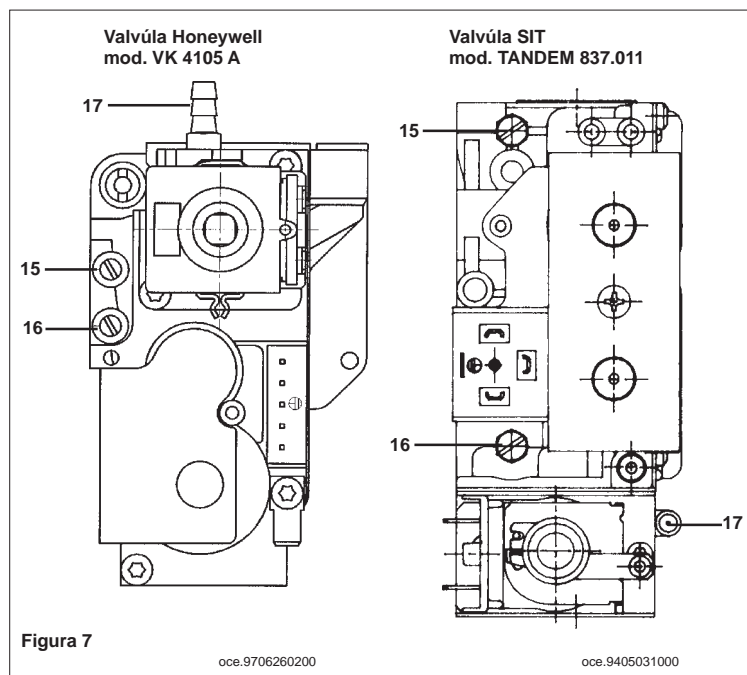

Figura 7
- conectar la toma de presión positiva de un manómetro diferencial, posiblemente de agua, a la toma de presión (15) de la válvula del gas (figura 7 en página 20). Conectar la toma negativa del mismo manómetro a un especial "T" que consienta conectar entre ellos la toma de compensación de la caldera, la toma de compensación de la válvula del gas (17) y el manómetro mismo. (Se puede efectuar una medición equivalente conectando el manómetro a la toma de presión (15) y sin el panel frontal de la cámara estanca);
Le modalità di taratura del regolatore di pressione sono leggermente differenti a seconda del tipo di valvola del gas utilizzata (HONEYWELL o SIT vedi figura 7).
Las modalidades de calibrado del regulador de presión difieren ligeramente según el tipo de válvula del gas utilizada (Honeywell o Sit, véase figura 7).